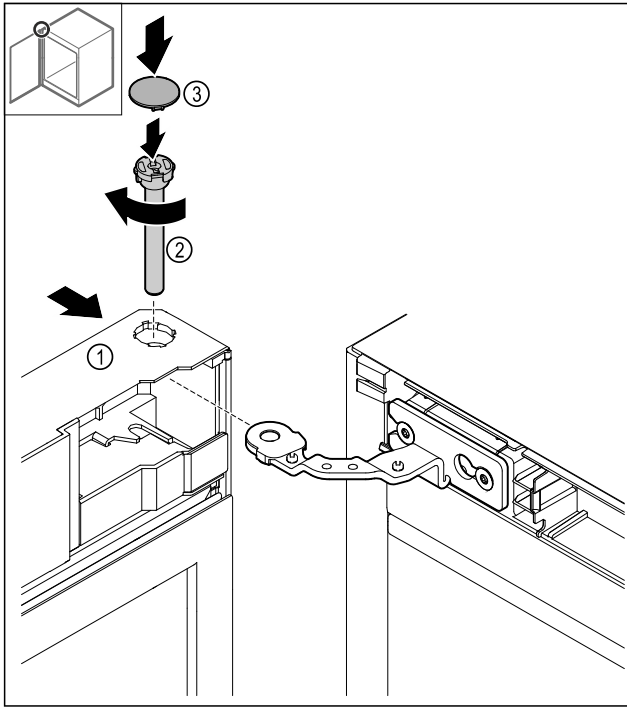

Fig. 51
- Tür Fig. 51 (1) oben auf das Scharnier schieben.
- Bolzen Fig. 51 (2) einstecken und im Uhrzeigersinn festdrehen.
- Abdeckung Fig. 51 (4) aufsetzen.